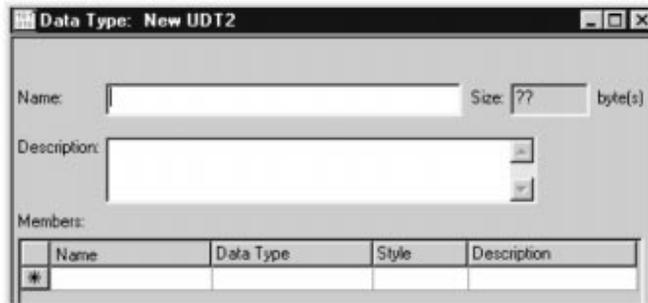

图 1.103 新建数据类型
① 右击 User-Defined (自定义) 并选择 New Data Type (新建数据类型)，打开如图 1.103 所示窗口。